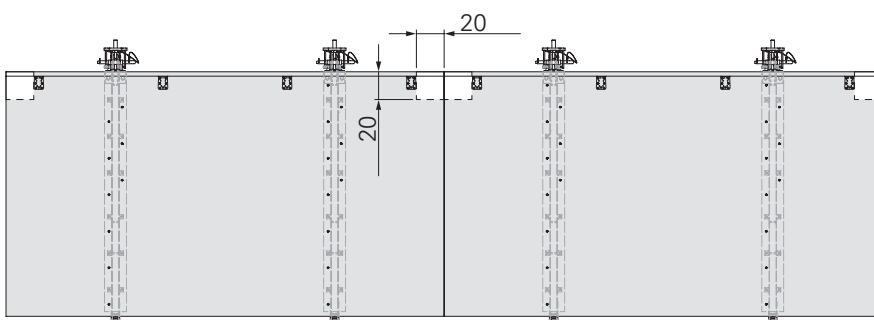

Fig. D1.01
- Se l'albero di base poggia su due pannelli di impalcato, può essere posizionato anche in zona perimetrale.(Fig. D1.01)